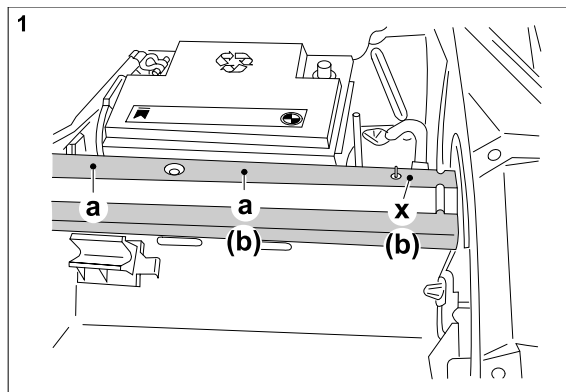

Bild 1: Borra hål i bagaget höger
- 4.) Borra 3 st 14 mm hål genom bagagegolvet genom överdelen av balk båda sidor vid körmärken "x och a". Borra sedan 14 mm hål genom övre balken ner genom undre vid körmärken "b", se bild 1, 2 och 8.